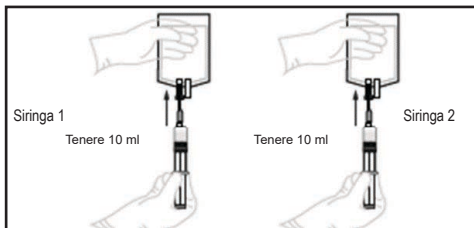

Figura 14.
- 4.2 Collegare un ago con filtro sterile alla siringa di caricamento. Con l'ago con filtro rivolto verso l'alto, espellere il surnatante lasciandone ~10 ml nella siringa. Ripetere il passaggio con la seconda siringa di caricamento (Figura 14).